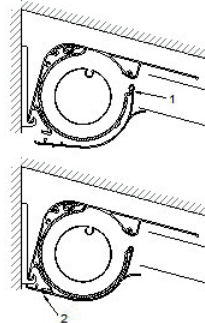

Abb. 26: Montage der Kupplungsklappe
- » Nehmen Sie den Boden (1 – Abb. 26) und hängen Sie diesen in die Stützbügel ein.
- » Klappen Sie den Boden hoch und verschrauben Sie diesen dann von unten (2 – Abb. 26) mit einem Torx-Schraubendreher Größe 9.